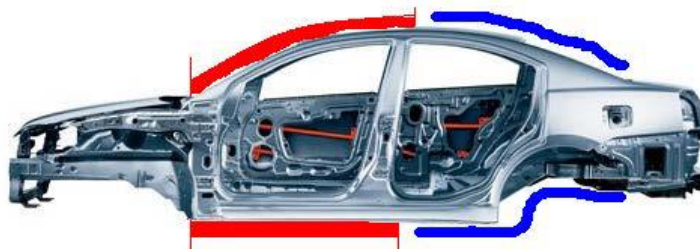

Рис.5.1. Передняя часть салона – обведена красным, задняя часть салона – синим.
- 5.8.** Наличие металлических кромок (в том числе кромок металлических дырок и отверстий с диаметром более 5 см), за исключением случая, когда доступ к этим кромкам перекрыт каркасом безопасности, сиденьями или другими элементами кузова, и выступающих острых предметов конструкции автомобиля в передней части салона со стороны водителя (до средней стойки включительно – рис.5.1.) запрещено. Если такие элементы и кромки присутствуют – они должны быть закрыты штатным пластиком, резиновым уплотнителем или в соответствии с требованиями п.5.6.